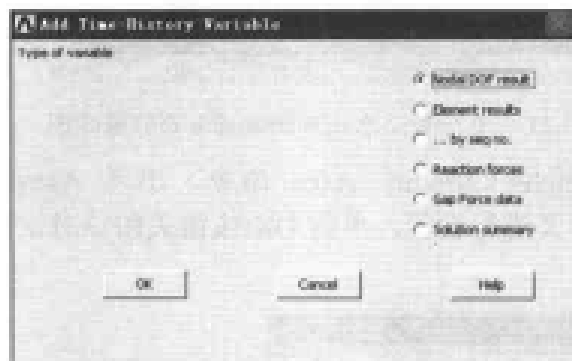
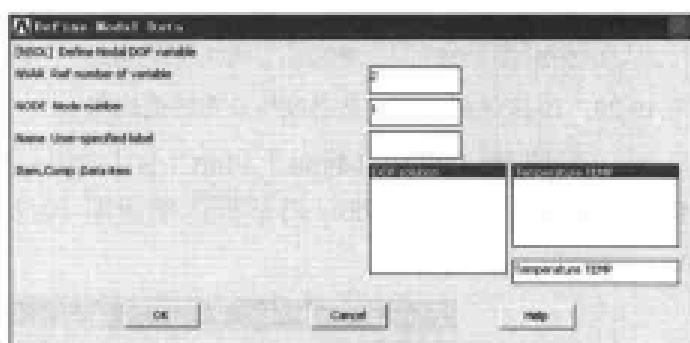

图 10-23 添加时间历程变量对话框
图 10-24 定义节点数据对话框
(10) 选择 Utility Menu | PlotCtrls | Style | Graphs | Modify Curves 命令, 出现 Curve Modifications for Graph Plots 对话框, 在[/GTHK] Thickness of curves 下拉列表框中选择 Triple 选项, 单击 OK 按钮关闭该对话框。
(11) 选择 Utility Menu | PlotCtrls | Style | Colors | Graph Colors 命令, 出现 Graph Colors 对话框, 在 CURVE Graph curve number 1 下拉列表框中选择黄色, 单击 OK 按钮关闭该对话框。
(12) 选择 Utility Menu | Select | Everything 命令。
(13) 选择 Main Menu | TimeHist Postpro | Define Variables 命令, 出现 Defined Time-History Variables 对话框, 单击 Add 按钮, 出现 Add Time-History Variable 对话框, 选中 Nodal DOF result 单选按钮, 如图 10-23 所示, 单击 OK 按钮, 出现 Define Nodal Data 菜单, 在文本框中输入 1, 单击 OK 按钮, 出现 Define Nodal Data 对话框, 参照图 10-24 对其进行设置, 单击 OK 按钮关闭该对话框。